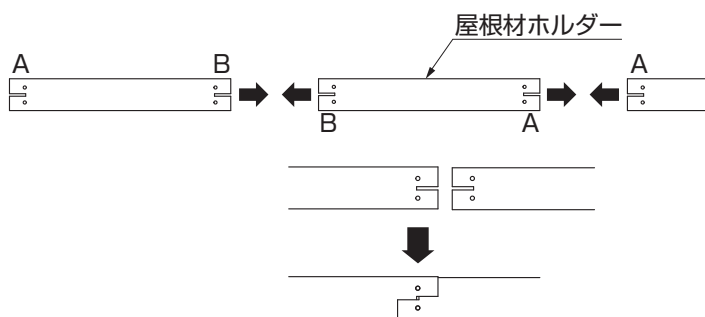

図5-9
- 2本目以後の取付けは、1本目の屋根材ホルダーと反対向きにして、切込み部をかみ合わせるように取付けてください。(図5-9参照)